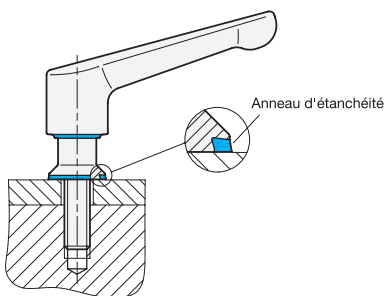

fig. 1
- La tige filetée ou l'alésage du levier de serrage doit être monté dans un compartiment de montage clos (fig. 1).
- Veillez à ce que le levier de serrage soit uniquement utilisé en combinaison avec la bague d'étanchéité fournie. Le joint est de forme conique. Il faut donc tenir compte de la bonne position de montage (fig. 1).